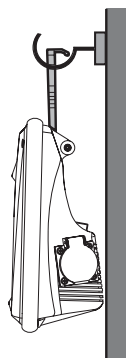

Abb. 9
3.1.3.1 Vom Haken herabhängend (siehe Abb. 9).